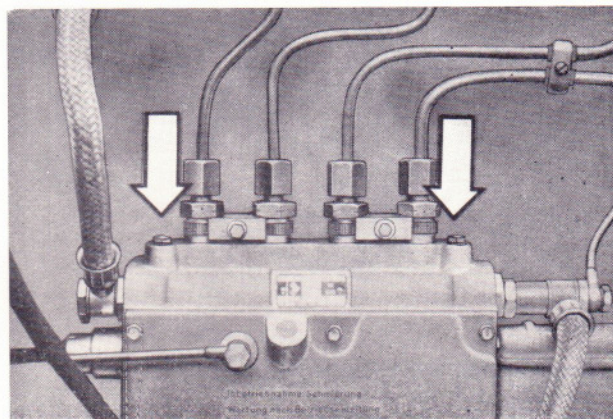

Bild 158
- Entlüftungsschrauben an der Einspritzpumpe her-ausschrauben (Bild 158).